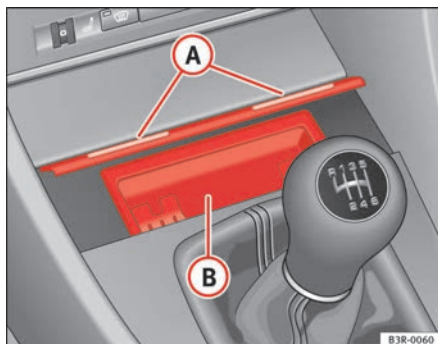

Abb. 125 Mittelkonsole:
- Tippen Sie den Aschenbecher an der Frontleiste (A) ⇒ Abb. 125 an.
- Fassen Sie den Aschereinsatz (B) ⇒ Abb. 125 an den seitlichen Griffmulden an und ziehen Sie ihn nach oben heraus.